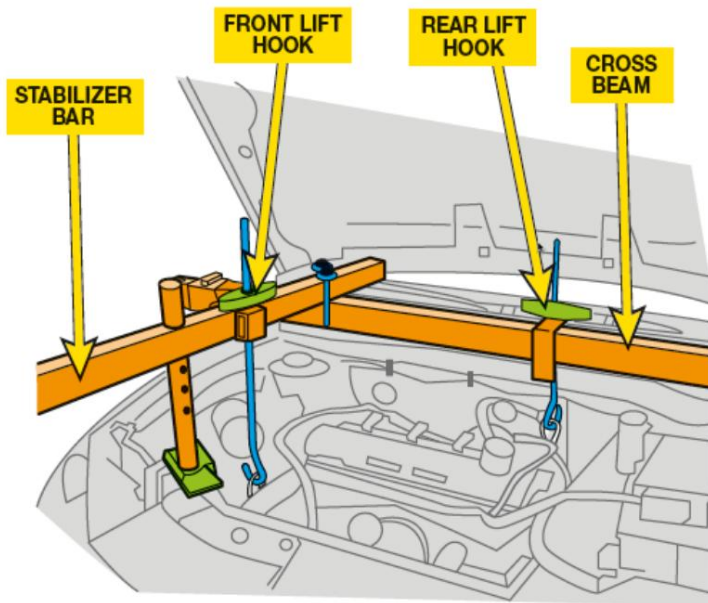

Figura 2. Herramienta de soporte del motor para vehículos FWD.
PASO 6 En vehículos con tracción delantera, apoye el motor antes de desconectar la transmisión. Figura 2.